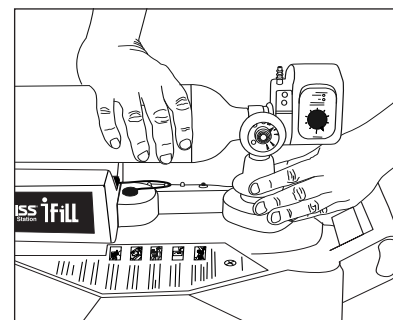

Figure 4
- Retirez la bouteille pleine en appuyant sur le collier d'orifice de remplissage situé sous le raccord de mamelon de la bouteille, tout en stabilisant cette dernière avec l'autre main (Figure 4).
- Effectuez une (1) des procédures suivantes :